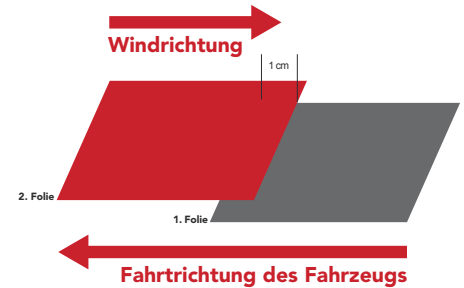

Abbildung 20
- Vertikale Verklebung der SKINTAC HX45000 Folie auf einer beweglichen Fahrzeugfläche: Die Verarbeitung erfolgt stets von hinten nach vorn, die zweite Folie überlappt die erste Folie usw. (Abb. 20)